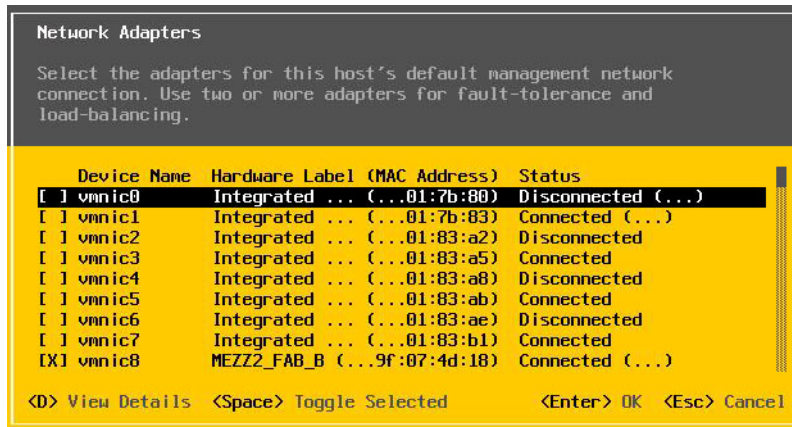

Figura 14-35. Seleção de rede de gerenciamento do ESXi
9. Nas placas 57800 e 57810, a rede de gerenciamento não é vmnic0. Depois de inicializar, abra o console da interface gráfica e veja a tela Configure Management Network (Configurar rede de gerenciamento) e, depois, a janela Network Adapters (Adaptadores de rede) (Figura 14-35) para selecionar o NIC a ser usado como dispositivo de rede de gerenciamento.